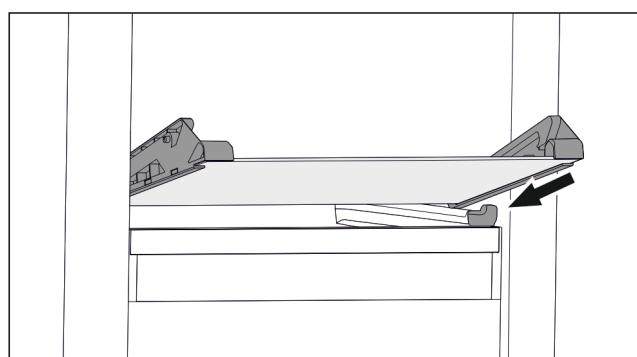

Fig. 67 Стеклянная пластина откидного выдвижного ящика
- Наклоняя вниз, установите стеклянную пластину за стопоры. (см. Fig. 67)